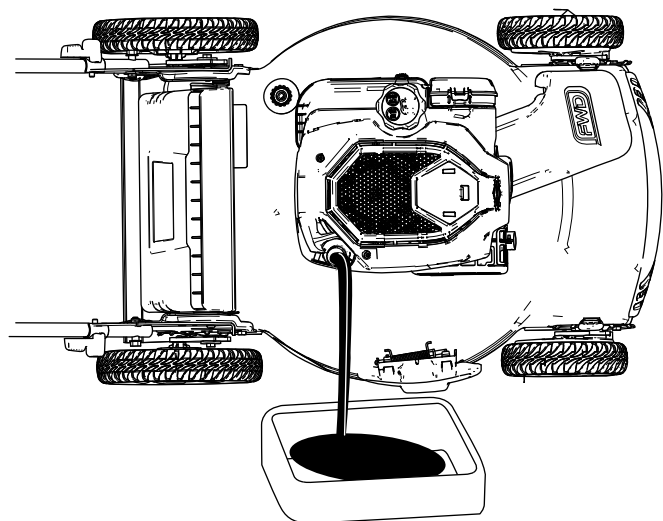

Figura 27
4. Inclinate la macchina sul fianco (di modo che il filtro dell'aria si trovi in alto) per scaricare l'olio usato attraverso il tubo di riempimento (Figura 27).